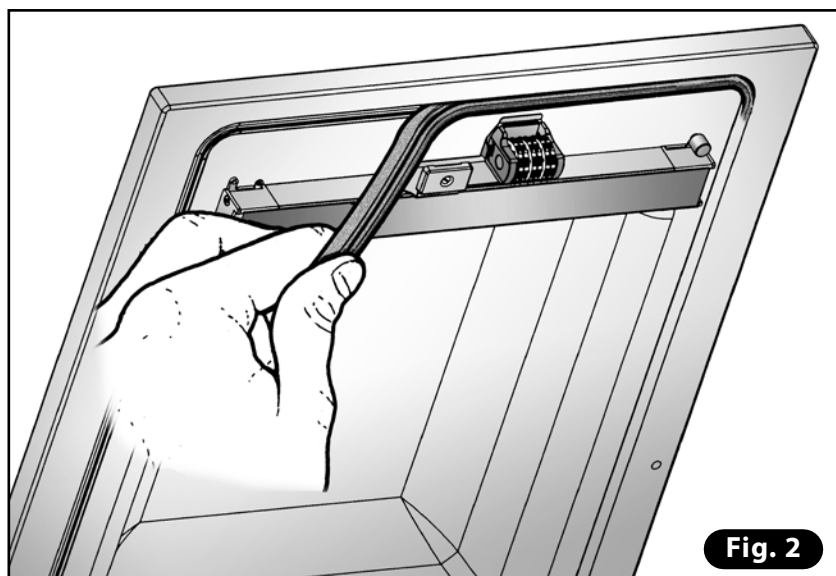

Fig. 2
- 2) Enlever le vieux joint de son emplacement. Avec un détergent neutre, nettoyer soigneusement l'emplacement du joint (**Fig. 2**).
- 2) Enlever le profilé silicone de la barre de contrepartie (**Fig. 2**).